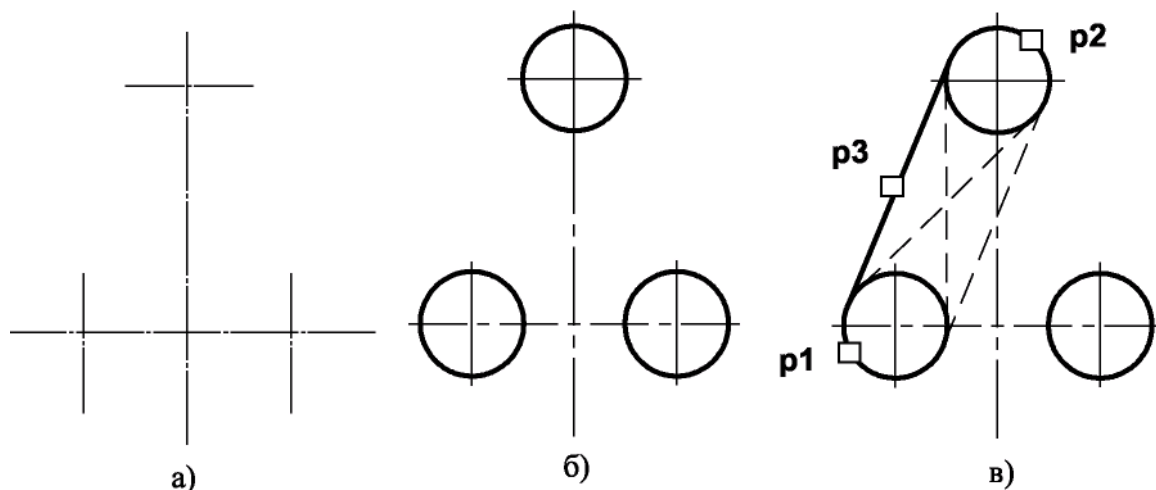

Рис. 2.1. Построение касательных к двум окружностям
Построение касательных к двум окружностям заданных радиусов представлено на рис. 2.1. Вначале рекомендуется изобразить осевые линии, задающие центры окружностей (см. рис. 2.1а). Далее необходимо изобразить сами окружности, к которым строится касательная прямая (рис. 2.1б).
2. Указать графическим курсором произвольную точку (точка **p1**) на первой окружности, к которой должна быть проведена касательная прямая (рис. 2.1 в).
3. Указать графическим курсором произвольную точку (точка **p2**) на второй окружности, к которой должна быть проведена касательная прямая (рис. 2.1 в).
4. Выбрать курсором нужную касательную на графической зоне и щелкнуть по кнопке  - **Создать объект** панели специального управления (точка **p3**) (рис. 2.1 в).